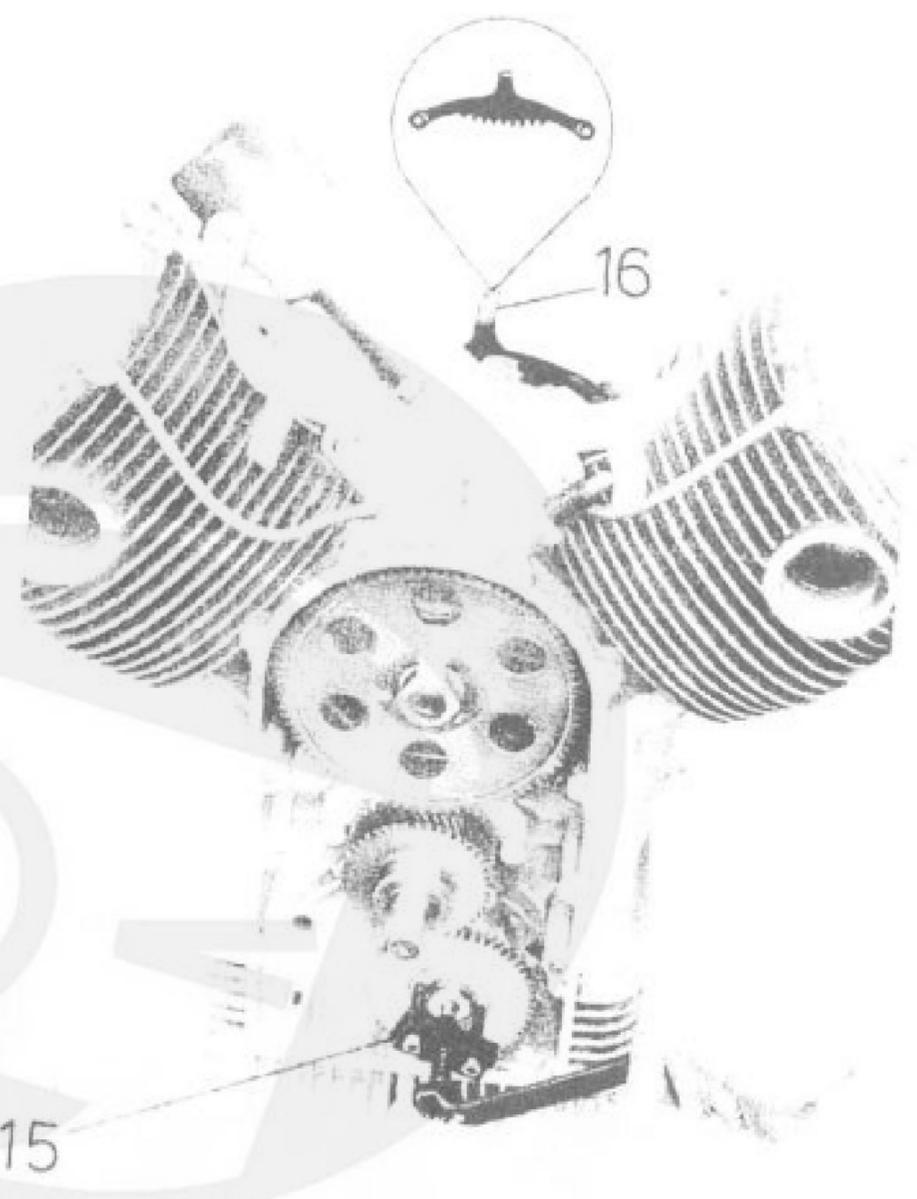
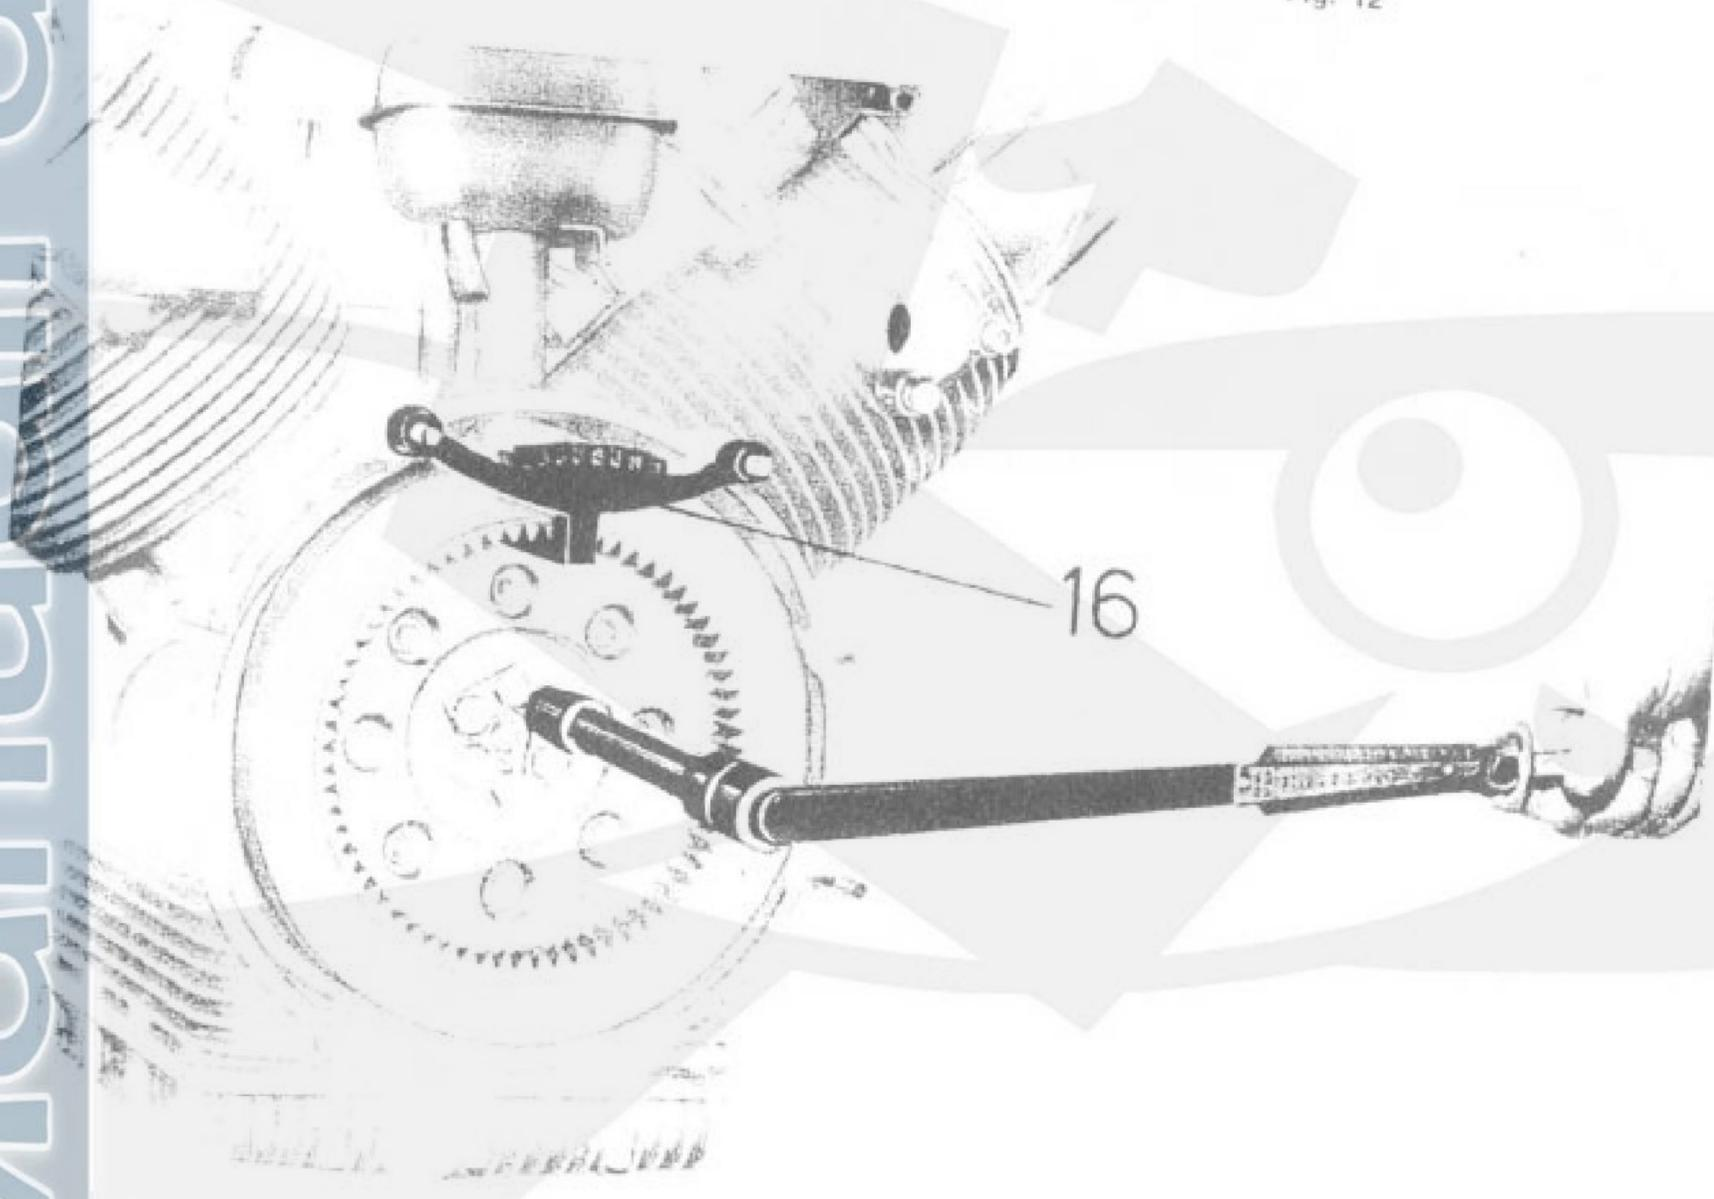

Fig. 12
Fig. 13
— l'ingranaggio pompa olio a mezzo attrezzo n. 12911801 (16 di fig. 12) e estrattore per ingranaggio pompa olio n. 32906302 (15 di fig. 13)
- il volano motore, dopo aver spianato le orecchie delle piastrine di sicurezza e avvitando i bulloni che lo fissano all'albero motore a mezzo attrezzo n. 12911801 (16 di fig. 13) e chiave a tubo;